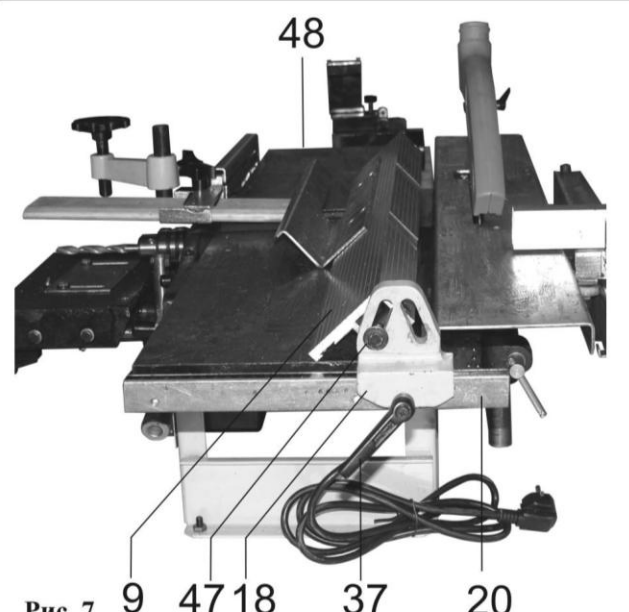

Рис. 7
8.5. Установка направляющей планки (Рис. 7)
8.5.1. Как показано на Рис. 7, на направляющей (20) установите и ручкой фиксации (37) закрепите ползун (18) направляющей планки (9).